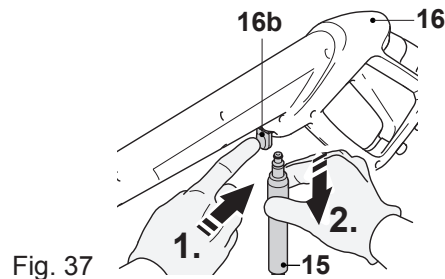

Fig. 37
10. Empuje el seguro (16b) de la pistola de alta presión (16) para abrir la toma de conexión y desconecte la manguera de alta presión (15) tirando de ella hacia fuera (Fig. 37).